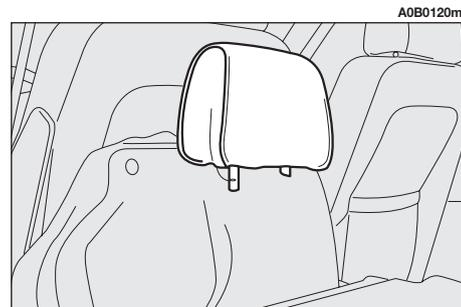

Abb. 40
– Die seitlichen Kopfstützen aus den Hintersitzen ziehen und in die Aufnahmen der Sitzkissen (**Abb. 40**) legen.